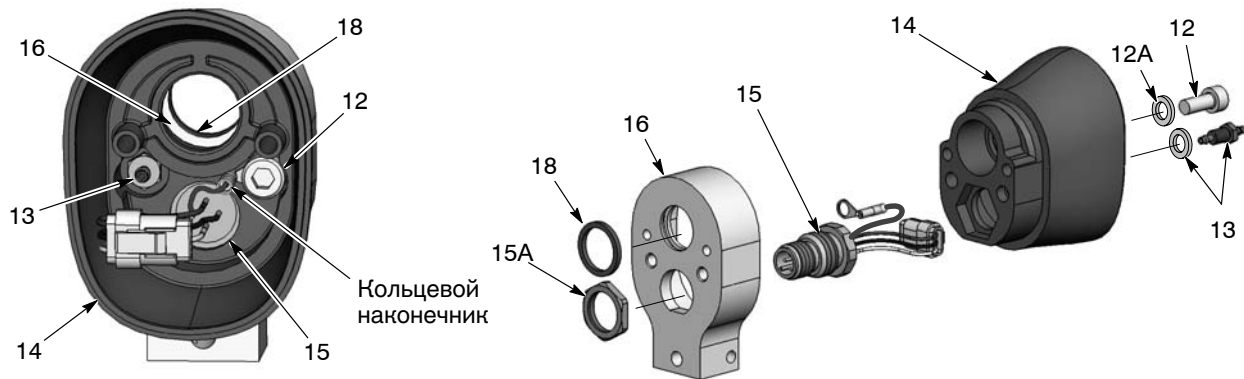

Рис. 7-15 Распылитель для монтажа на штанге, разборка, 3 из 3
8. См. рис. 7-15. Для разборки узла заднего корпуса вывернуть винт (12), снять стопорную шайбу (12A) и завершенный ниппель со стопорной шайбой (13) внутри заднего корпуса (14). Требуются 3-мм ключ-шестигранник и глубокая головка на 1/4 дюйма.
9. Отвернуть гайку (15A) от гнезда (15), снять переходник с заднего корпуса распылителя и пропустить жгут проводов гнезда сквозь корпус.
10. Осмотреть квадратное кольцо (18) в переходнике (16) и заменить кольцо, если оно повреждено.